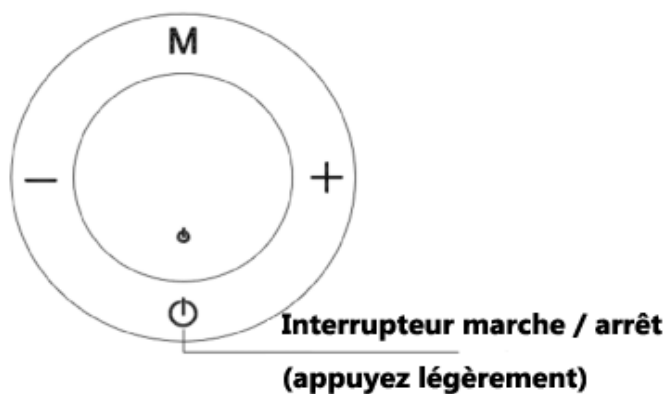
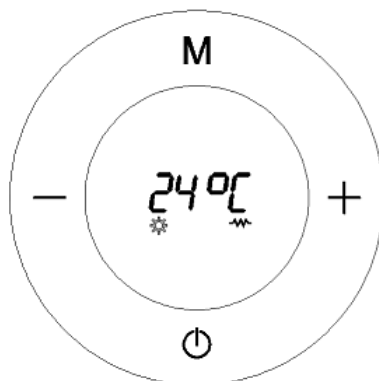
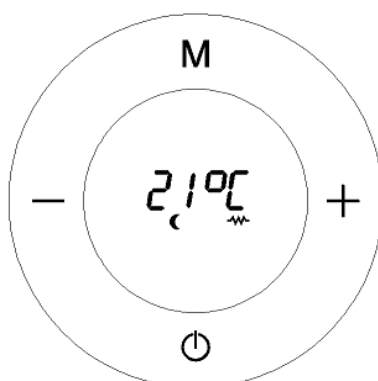
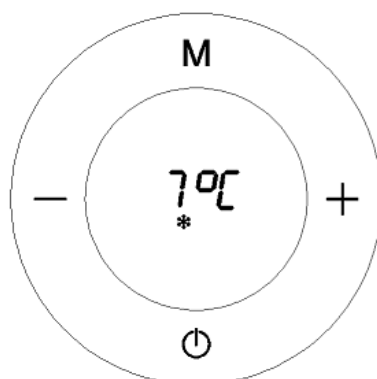

Fig. 9
Fig. 10
Fig. 11
Fig. 13
Appuyez sur  (Fig. 9) l'appareil s'allumera et l'un des quatre modes suivants apparaîtra. (Fig. 10, Fig. 11, Fig. 12, Fig 13)
Mode Confort. (Fig. 10)
Mode Économie. (Fig. 11)
4. Mode Hors-gel : (Fig. 13)